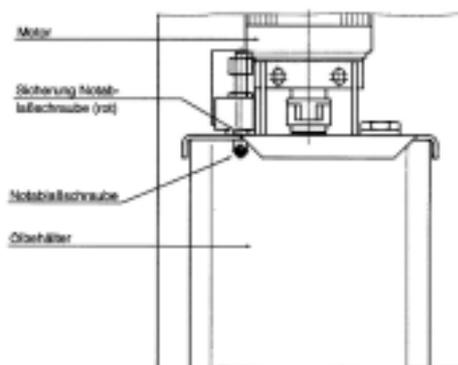

Bild 12: Notablaßschraube am Aggregat
- Die Sicherung (Gewindestift; rot gekennzeichnet) der Notablaßschraube ist am Aggregat zu lösen. (siehe Bild 12)